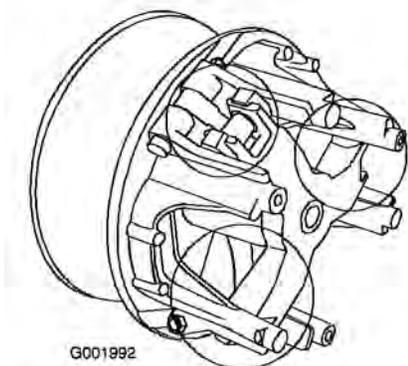

Figura 54
- Lubrificate le parti in movimento nelle zone contrassegnate da un cerchio nella Figura 54 utilizzando l'aerosol lubrificante a secco Toro, reperibile dal rivenditore o distributore Toro autorizzato di zona.